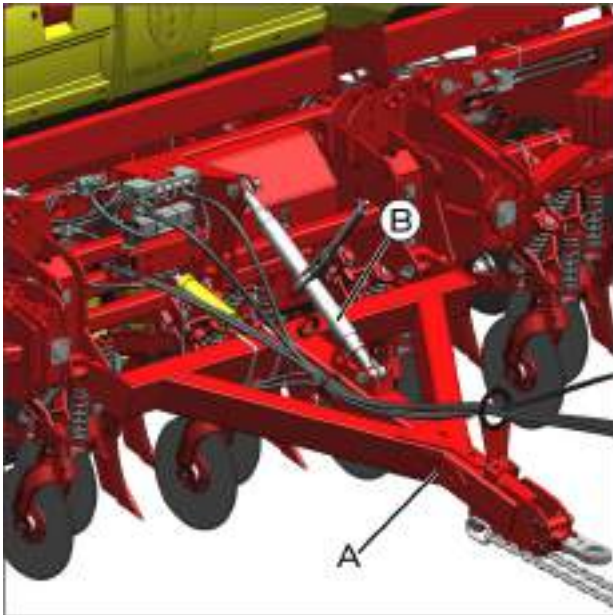
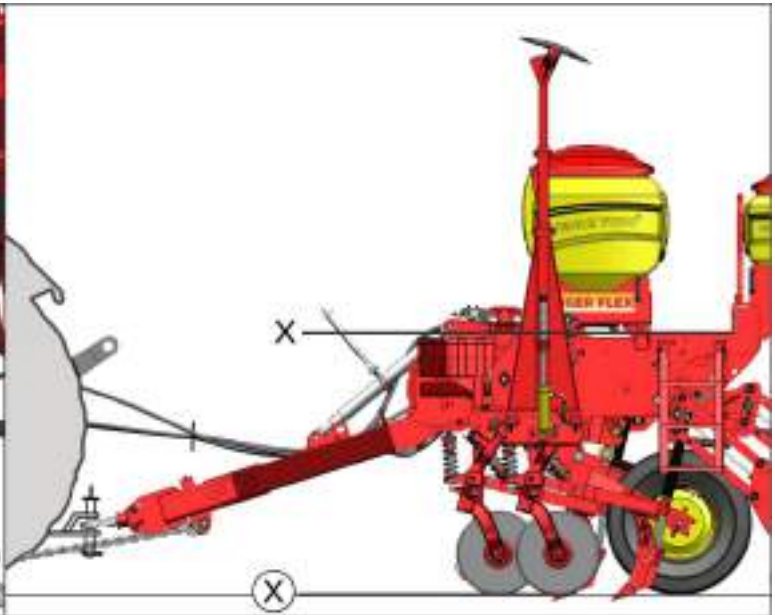

fig. 24
fig. 25
Para nivelar a semeadora com o solo, gire o braço (B) (fig. 24) montado no cabeçalho (A) até que a semeadora fique paralela (medida "X") com o solo (fig. 25).